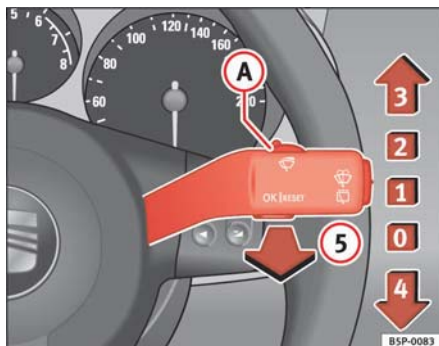

Fig. 79 Palanca del limpia-lavacristales
La palanca del limpiacristales ⇒ **fig. 79** tiene las siguientes posiciones:
- Si se detiene el vehículo estando el limpiaparabrisas funcionando en la posición ⇒ página 99, fig. 79 **2** o en la posición **3**, automáticamente comenzará a funcionar en una posición inferior. Si el vehículo reinicia la marcha, el limpiaparabrisas seguirá funcionando en la posición seleccionada originalmente.